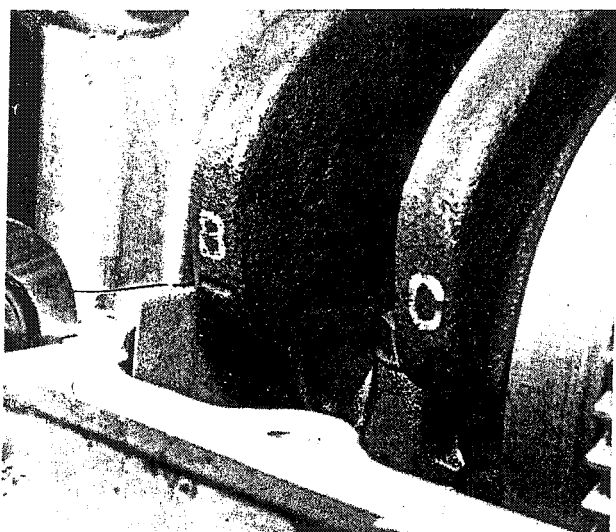

Bild 107
- Die Ausgleichsgewichte müssen genau ausgerichtet werden, damit sie ihre Aufgabe erfüllen können. Dazu müssen Markierungen an beiden Ausgleichsgewichten und an der Kurbelwelle auf das Kurbelgehäuse ausgerichtet werden. Die Kurbelwelle so ausrichten, dass die Marke «B» an der äussersten linken Kurbelwange an der Hinterseite mit der Dichtfläche des Kurbelgehäuses fluchtet (Bild 107). Die Kette über das Kettenrad des hinteren Ausgleichsgewichtes legen und die Gewichte so drehen, dass die Marke «TC» am vorderen fluchtet und die Marke «TH» am hinteren Ausgleichsgewicht ungefähr auf die Gehäusedichtfläche ausgerichtet ist (Bilder 103, 105, 106). Nun liegt die Antriebskette auch auf dem Kurbelwellenritzel auf. Die endgültige Einstellung kann erst nach dem Einbau des Hauptlagerbockes